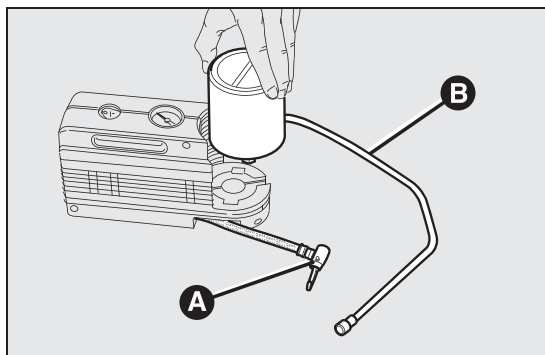

fig. 108
- ☐ maak de koppeling A fig. 108 los;
- ☐ sluit de koppeling A aan op de spuitbus en plaats de doorzichtige vulbuis B fig. 108 in het daarvoor bestemde vak.